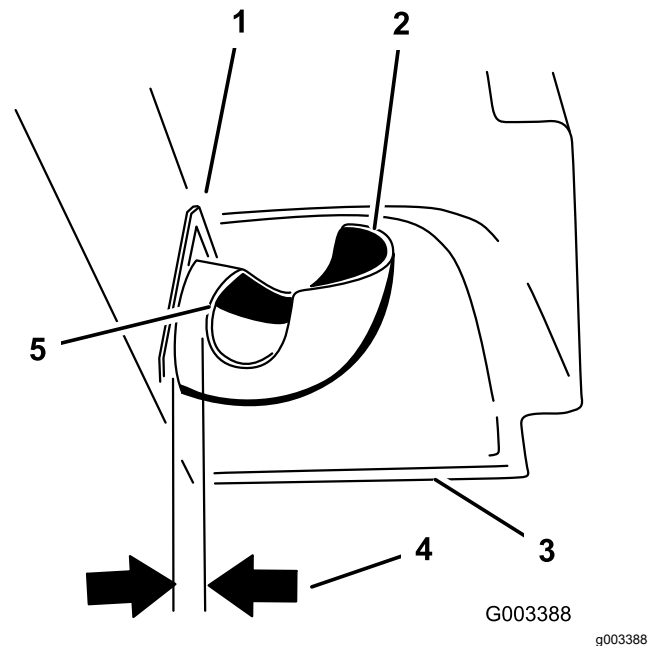

Bild 24
6. Messen Sie bei abgesenkter Abdeckung wie weit das Rohr in der Abdeckung ist. Messen Sie von der Abdeckungsplatte bis zur Kante des Rohrs, wie in Bild 24 abgebildet.